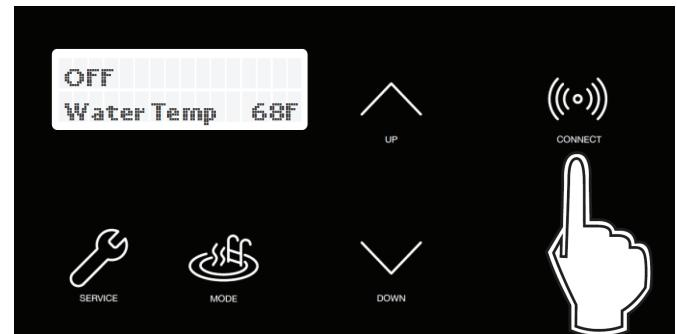

Figure 79. Touche CONNECT (Connexion)
1. Placez-vous près de l'afficheur de l'appareil Crosswind V. Appuyez sur la touche CONNECT (Connexion). Voir **Figure 79**.